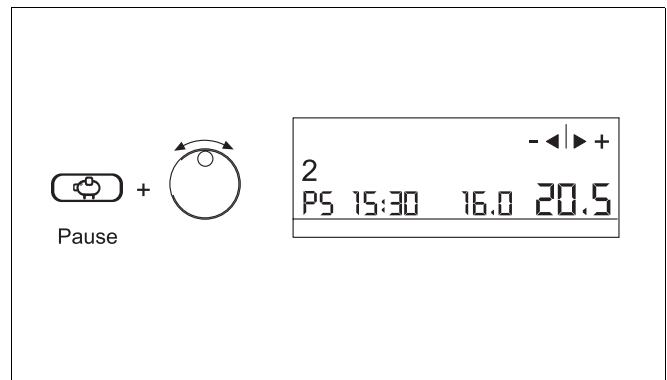

Abb. 20 Heizpause einrichten
- ▶ Taste „Pause“ (Abb. 20) drücken und gedrückt halten.